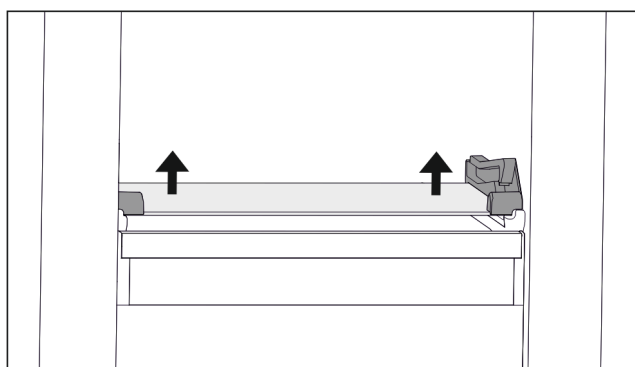

Fig. 74 Glasplatte des abklippbaren Schubfachs
- Glasplatte von unten beidseitig nach oben drücken. (siehe Fig. 74)